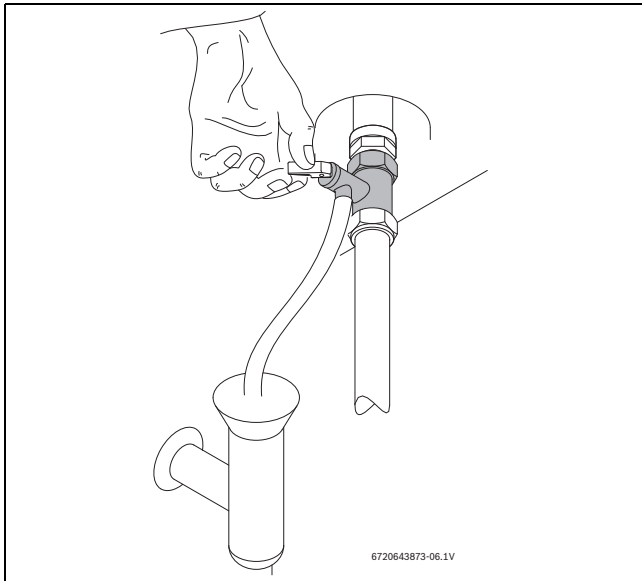

Fig. 11 Acționarea manuală a supapei de siguranță
- ▶ Deschideți supapa de siguranță (Fig. 11).
- ▶ Deschideți manual supapa de siguranță cel puțin o dată pe lună (→ Fig. 11).